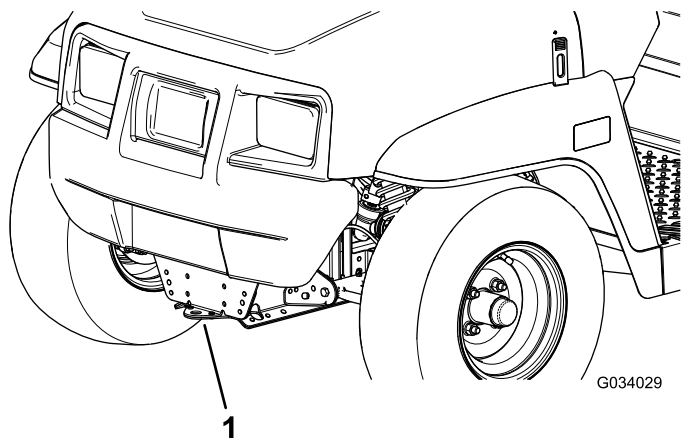
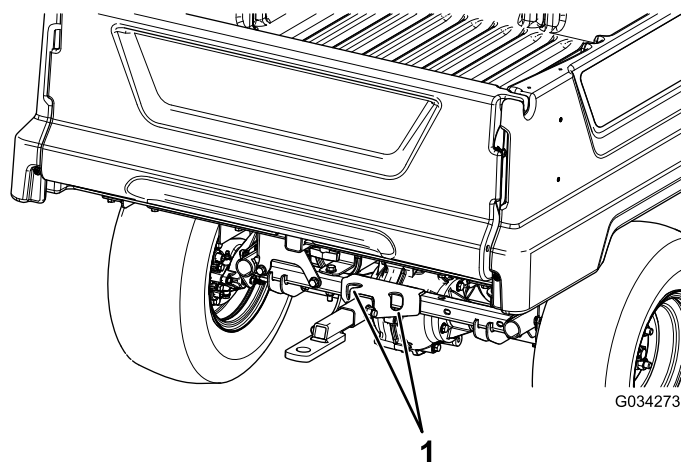

Figure 21
Figure 22
la remorque. L'emplacement des points d'arrimage sur la machine est indiqué à la Figure 21 et la Figure 22.
2. Accrochez un câble de remorquage à la flèche d'attelage à l'avant du cadre de la machine (Figure 21).